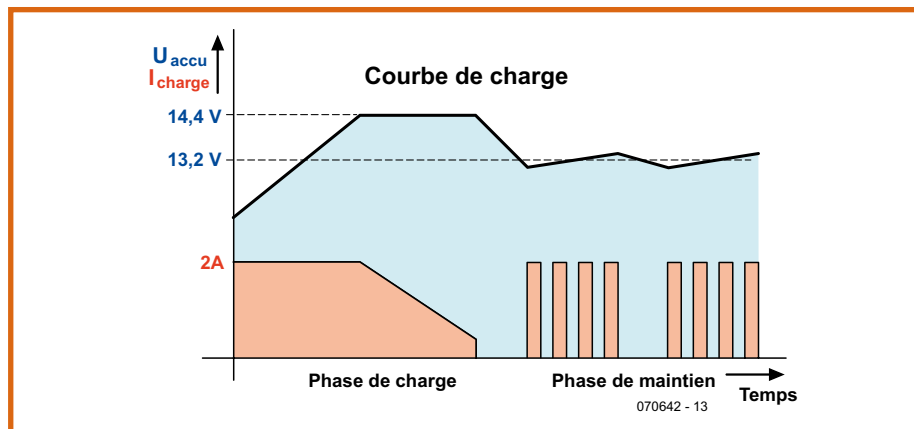

Figure 1. Courbe de charge I/UoUp.
- charge et entretien de la batterie d'accumulateurs au plomb suivant une courbe de charge  $IU_0U_P$  (voir **figure 1**) ;